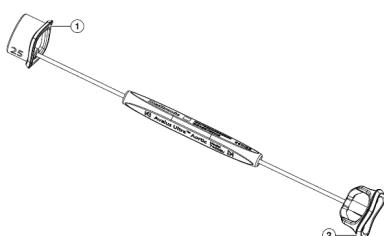
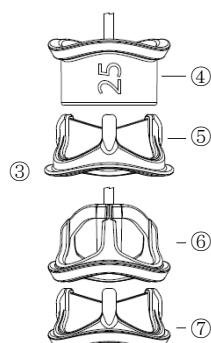

図1 サイザのバレルヘッド、及びレプリカヘッド
図2
本品は、ポリスルホン、及びニチノールから構成される。本品を用いて患者の自己弁輪径を直接測定することにより、Avalus大動脈弁(Avalus Ultra)の適正なサイズを選択することができる。各サイザは、自由に変形できるニチノールワイヤで接続されたバレルヘッド、及びレプリカヘッドを有する(図1)。サイザは、人工生体弁のサイズ(19、21、23、25、及び27mm)ごとに、対応するサイズのほか、29mmが同梱される(下表参照)。各々のサイズは、サイザハンドル部、及びバレルヘッドに表示されている。バレルヘッドの外径は、Avalus大動脈弁(Avalus Ultra)の三葉弁サポートフレームのセンターラインとおおよそ等しい(図2)。レプリカヘッドは、実際に生体弁が植え込まれた状態、すなわち生体弁の縫着輪が上方に折りたたまれた状態のサイズを示す(図2)。レプリカヘッドの内径は、Avalus大動脈弁(Avalus Ultra)の弁口面積を示す。レプリカヘッドのステントポストは生体弁のステントポストの外径、高さ、及び幅の形状を示す。サイザは再使用可能であり、未滅菌で供給される。
- ③. 生体弁サイズは、バレルヘッドの外径、及び三葉弁サポートフレームの中心と一致する(図2 ④⑤)。レプリカヘッドは、縫着輪が折りたたまれた生体弁と一致する(図2 ⑥⑦)。
- ④. バレルヘッド
⑤. 生体弁;フラットな縫着輪
⑥. レプリカヘッド
⑦. 生体弁;折りたたまれた縫着輪